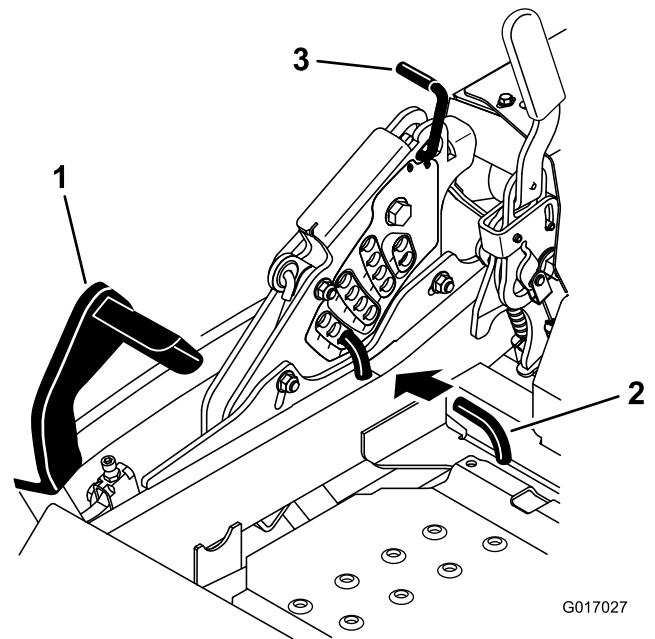

Figura 26
2. Pise el pedal de elevación de la carcasa y eleve la carcasa a la posición de transporte (que es también la posición de altura de corte de 140 mm (5-1/2 pulg.) (Figura 26).
3. Para ajustar la altura de corte, gire el pasador 90 grados y retire el pasador del soporte de altura de corte (Figura 26).
4. Seleccione el taladro del soporte de altura de corte que corresponde a la altura de corte deseada, e inserte el pasador (Figura 26).